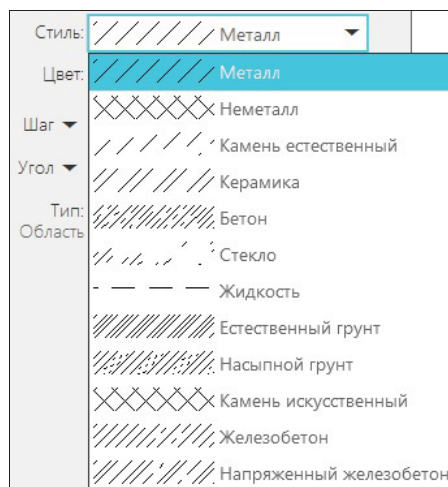

Рис. 7.9. Раскрытый список стилей штриховки
- в окне **Стиль**, нажав ЛК мыши черный треугольник, раскройте список стилей штриховок (рис. 7.9). Эти штриховки соответствуют ГОСТ 2.306–68. Рядом со стилем штриховки находится название штрихуемого материала. По умолчанию стиль штриховки — **Металл**;